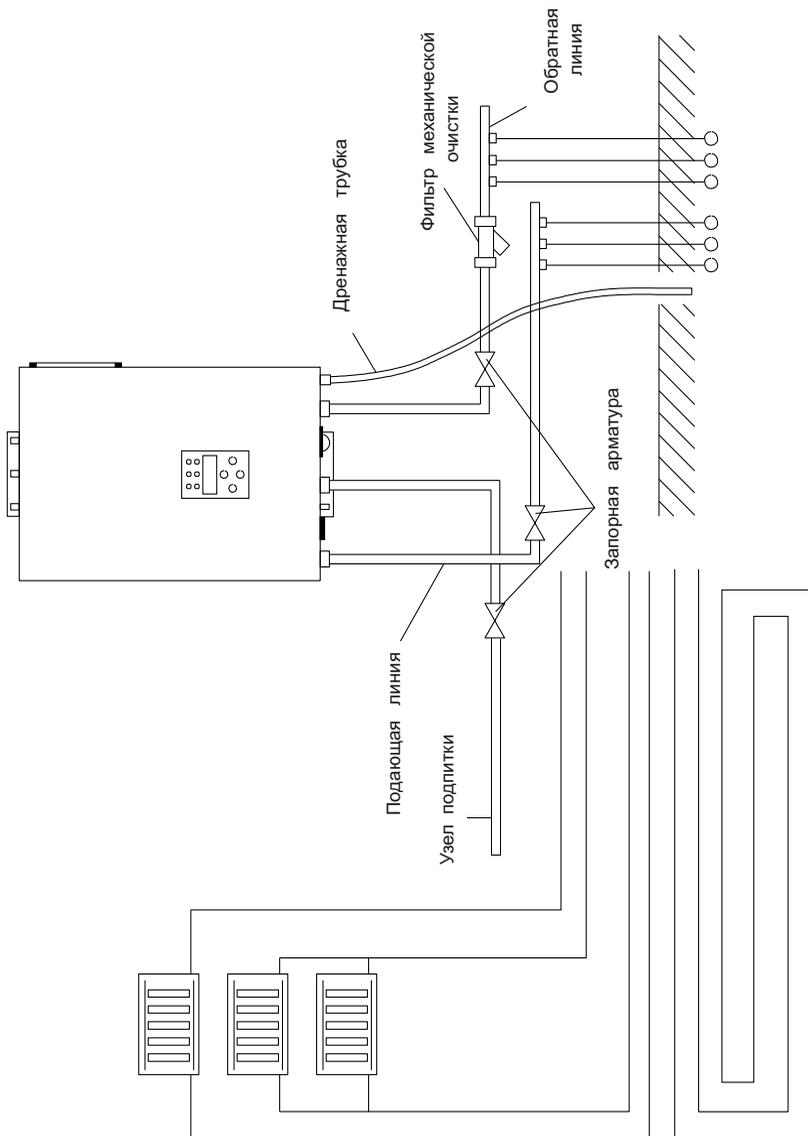

Рис. 9. Схема подключения к отопительному контуру
- D Подключайте электрический котел к электропитанию в строгом соответствии со схемой подключения к электросети (Рис.9).
- D Для однофазного подключения соедините провода питания L 1/ L 2/ L3 соответствующим кабелем в соответствии со схемой на рис. 9.